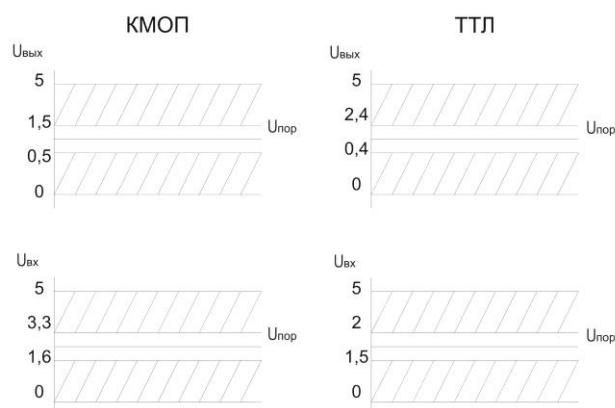

Рисунок 5.3 – Діаграми значень рівнів логічних «0» та «1» для мікросхем ТТЛ і КМОП логіки
9. Виміряти діапазон  $U_{\text{вих}}$  та  $U_{\text{вх}}$  логічних «0» та «1» і за цими значеннями визначити тип МС –ТТЛ або КМОП, використовуючи діаграми рис. 5.3.